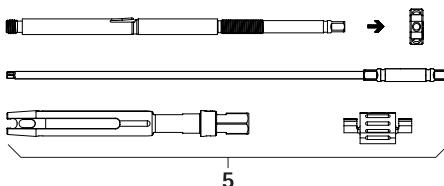

Рис. 3
- ▶ Демонтаж рукоятки для чрескожной репозиции 5, см. Рис. 3. Полностью разобрать и открутить зажимную гайку.